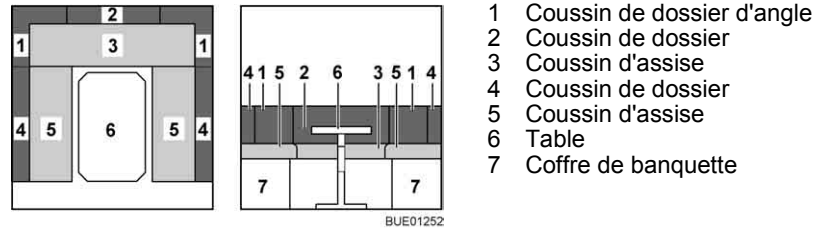

Fig. 92 Avant la transformation
- Retirer les coussins de dossier d'angle (Fig. 92,1) et le coussin de dossier (Fig. 92,2) et les poser sous la table.